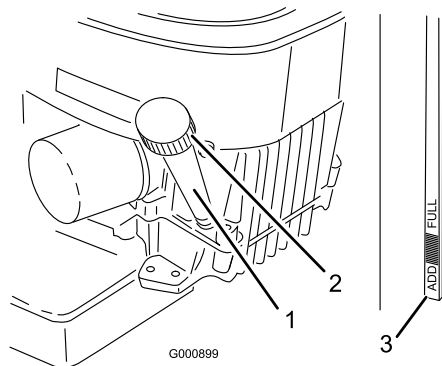

Figure 24
- Nettoyez la surface autour de la jauge d'huile (Figure 24) pour éviter que des impuretés ne s'introduisent dans le goulot de remplissage, ce qui risquerait d'endommager le moteur.
- Retirez la jauge d'huile et essuyez soigneusement l'extrémité métallique (Figure 24).